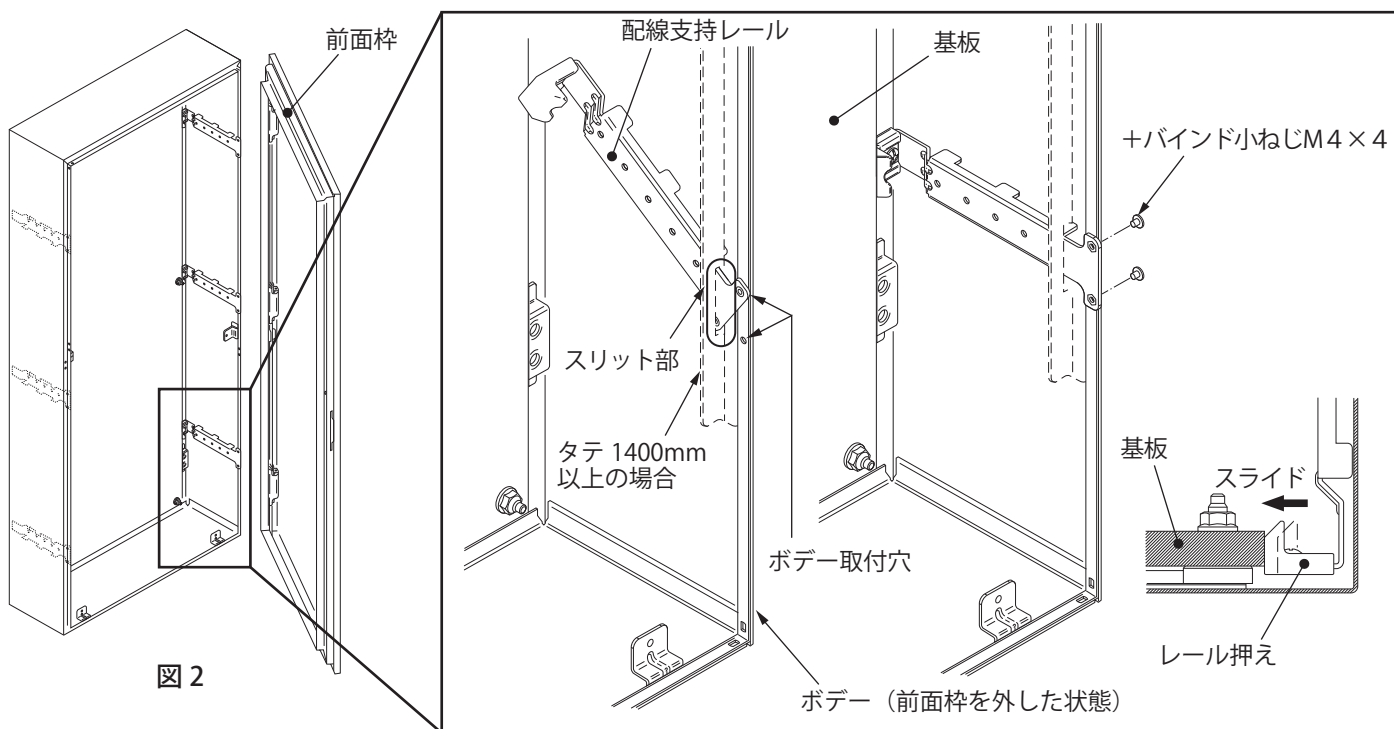

図3
4. ボデー取付穴と配線支持レールの M4 ねじ加工部を合わせ+バインド小ねじ M4×4 で締付けてください。(図3)
タテ 1400mm 以上のキャビネットの場合は、図3 破線部分のスリット部に配線支持レールを通して取付けてください。
5. レール押えは確実に基板に接するようにスライドさせてから、土PW付バインド小ねじ M5×8 を締付けてください。(図3)